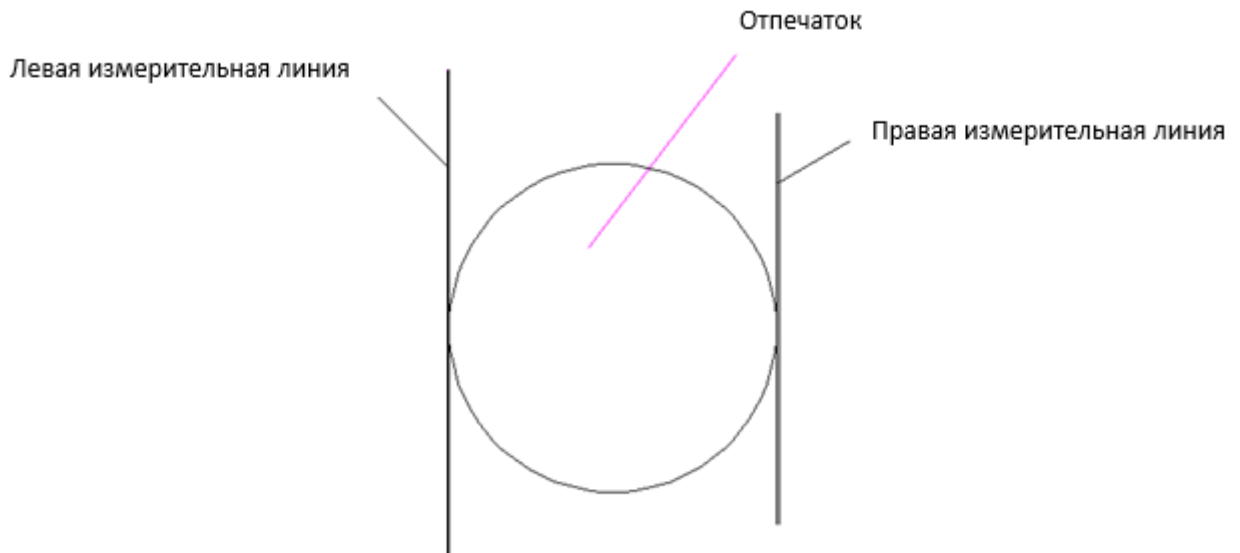

Рисунок 2.3 – Правильная установка измерительных линий
6. Опустите испытательный столик (5) так, чтобы испытуемый образец оказался примерно на 2 мм ниже индентора, поверните объектив (14) в переднее положение, рассмотрите отпечаток в микроскоп (9), если требуется, отрегулируйте чёткость изображения отпечатка перемещением испытательного столика (5) вверх или вниз. Если изображение двух делений шкалы будет нечётким, отрегулируйте окуляр (10).
7. Вращайте правое регулировочное колесо (17), чтобы переместить деления шкалы микроскопа друг к другу до соприкосновения. Когда линии соприкоснутся своими внутренними сторонами (проследите, чтобы они не налезали друг на друга), нажмите “CLR-D” (установить d1 на ноль), при этом значение d1 на главном экране станет равно нулю. Теперь можно измерить диаметр отпечатка.
8. Вращением правого регулировочного колеса (17) разведите линии друг от друга, вращением левого регулировочного колеса (15) передвигайте левую линию, пока она не коснётся своей внутренней стороной левого края отпечатка, а затем переместите правую линию так, чтобы она коснулась своей внутренней стороной правого края отпечатка (Рис.2.3); нажмите кнопку запуска измерения (18), расположенную на микроскопе. Измерение диаметра длины отпечатка d1 закончено когда на дисплее отобразится его значение.
9. Поверните микроскоп (9) на 90° указанным ранее образом, чтобы произвести измерение диаметра отпечатка d2, нажмите кнопку запуска измерения. На дисплее прибора должно